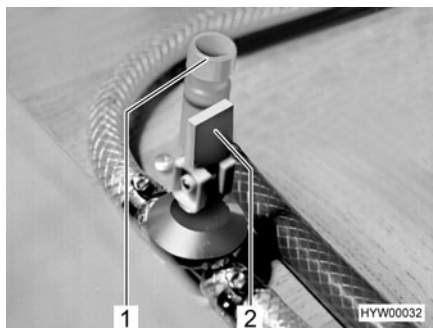

Fig. 114 Llaves de desagüe
- Cerrar la llave de desagüe (Fig. 114,2). Colocar para ello el balancín en posición horizontal.
- Cerrar la llave de desagüe (Fig. 114,1). Para ello, girar el capuchón en sentido de las agujas del reloj.
- Abrir la llave de desagüe de la caldera (Fig. 114,2). Para ello, colocar el balancín de la llave de desagüe de la caldera en posición vertical.